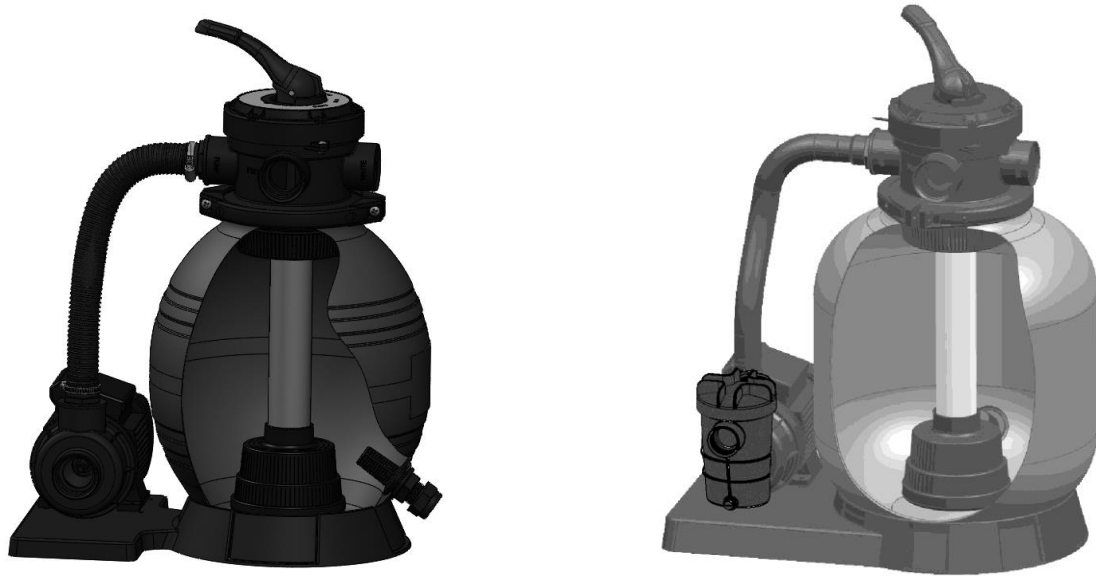

Abb. 7
7. Verbinden Sie den Sandfilterbehälter mit dem Schlauch, den Schlauchklemmen und Schlauchanschlüssen. (Abb. 7)